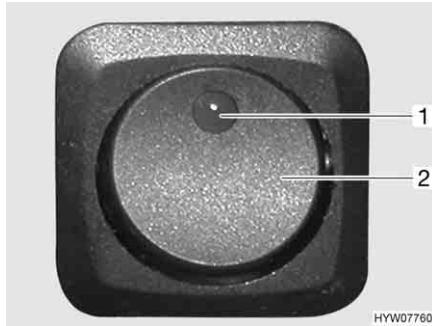

Fig. 14 Interruttore per luce con regolazione in curva/luce fendi-nebbia
- Premere l'interruttore (Fig. 14,2). La spia verde di controllo (Fig. 14,1) nell'interruttore indica il funzionamento.